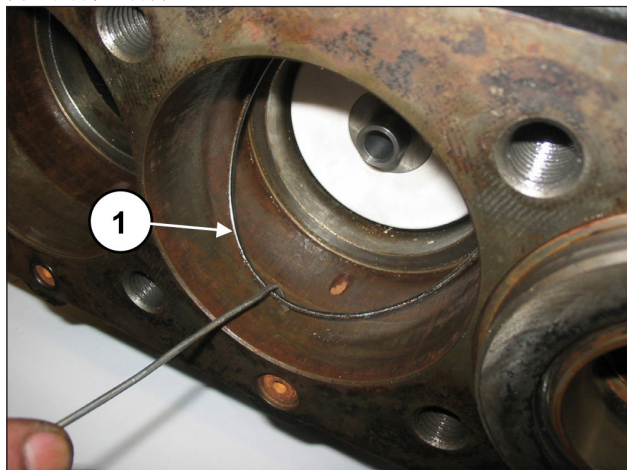

图 160
如果密封圈底座底部的O形圈留在泵壳（位置①，图 160）内，则将其拆除。